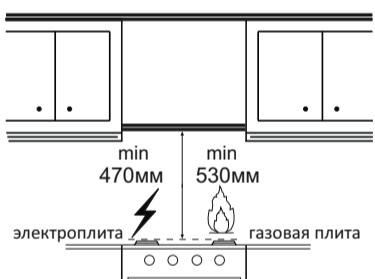

рис. 1
- 1.2 Вытяжку устанавливайте на высоте, как показано на рис. 1.
- при установке вытяжки соблюдайте указания пункта 1.2 (рис. 1);